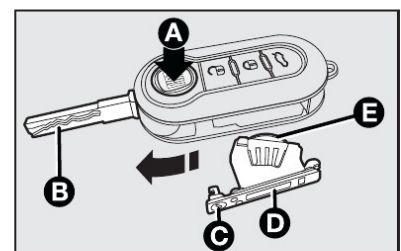

fig. 4
- apertar o botão **A**-fig. 4 e colocar o encaixe metálico (**B**) na posição de abertura;